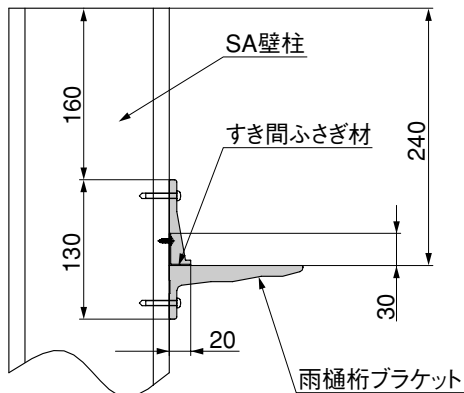

図3-4 取付け高さ詳細
- ❶ 雨樋桁を仮組みし、雨樋桁ブラケット間寸法と雨樋桁ブラケット～桁キャップ間寸法を採寸し、内々に納まるようにすき間ふさぎ材を切断してください。
- ❷ すき間ふさぎ材に取付穴φ5を加工してください。(図3-4参照)